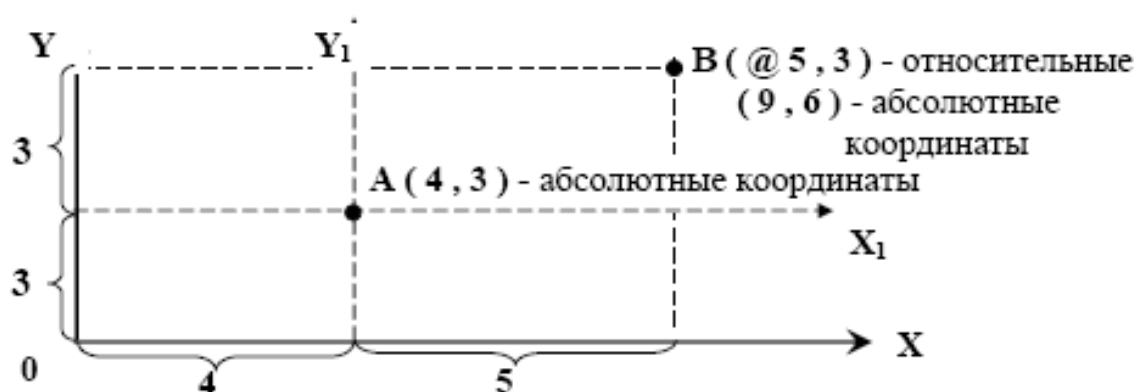

Рис. 45. Прямоугольные координаты точки
2. Изучите прямоугольные абсолютные и относительные координаты точки (рис. 45).